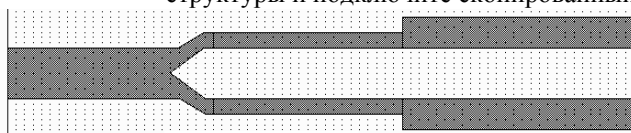

Рис. 5.59
- Выделите созданный проводник, если он не выделен, щёлкните по значку **Copy** и затем по значку **Paste** на панели инструментов. Переместите курсор в поле электромагнитной структуры и подключите скопированный проводник к нижнему плечу делителя. Должна получиться топология, показанная на рис. 5.59.